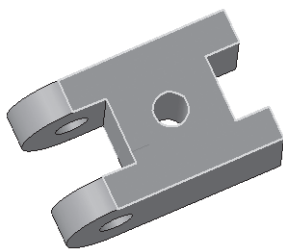

Рис. 220
- выделите верхнюю грань (рис. 220);
- с помощью команды  – Повернуть разверните деталь так, чтобы нижнее основание оказалось сверху. Выделите основание. Постройте окружность радиусом 10 мм и вырежьте на расстояние 5 мм (аналогично верхнему основанию, используйте рис. 220–222);